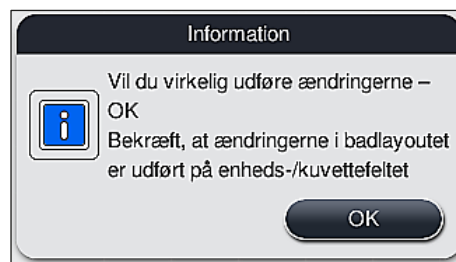
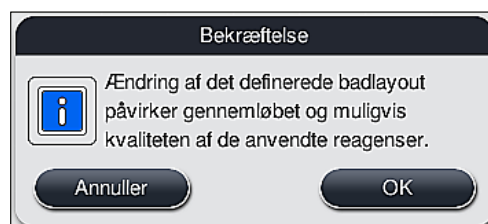

Fig. 62
Fig. 63
2. Læs de efterfølgende informationsmeddelelser (→ "Fig. 62") (→ "Fig. 63"), og bekræft dem, eller tryk på **Annuller** (→ "Fig. 63") for at gå tilbage til visningen af badlayoutet.